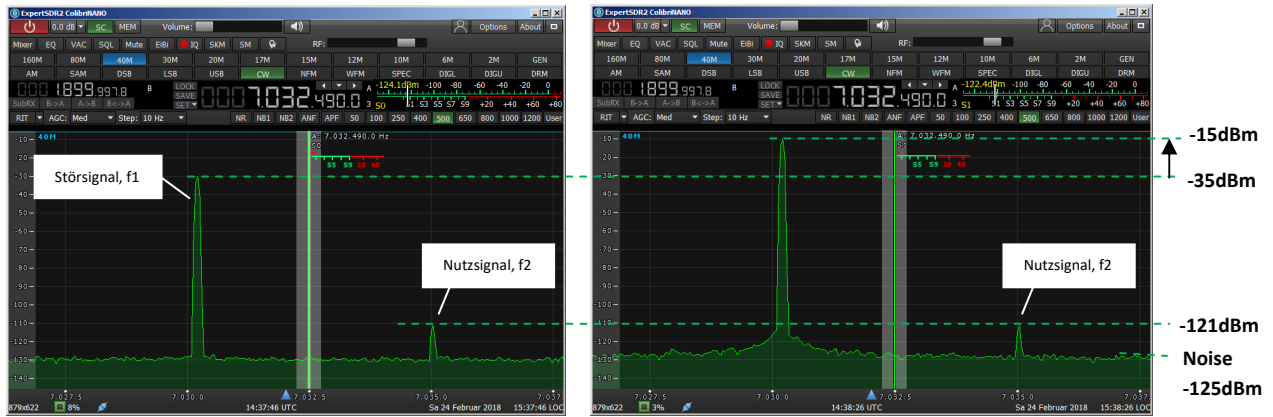

**Bild 17: BDR-Messaufbau für analoge und digitale Empfänger,  $\Delta f=5\text{kHz}$**
**Bild 17** zeigt den Aufbau einer Empfänger BDR-Messung, die ähnlich einer IM3-Messung ist, nur dass die Pegel der beiden Oszillatoren jetzt sehr unterschiedlich sind.